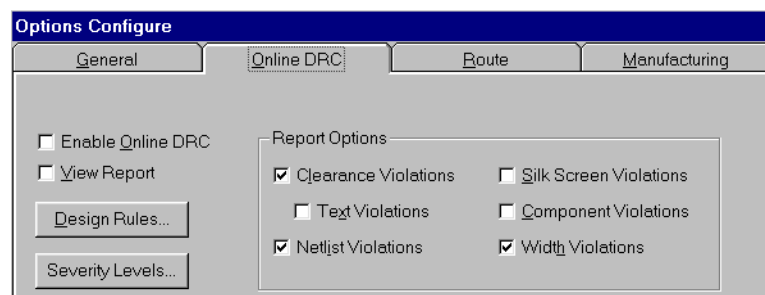

Рис. 7-3. Установка параметров проверки технологических ограничений
2) Установите все флажки, как показано на рис. 7-3.